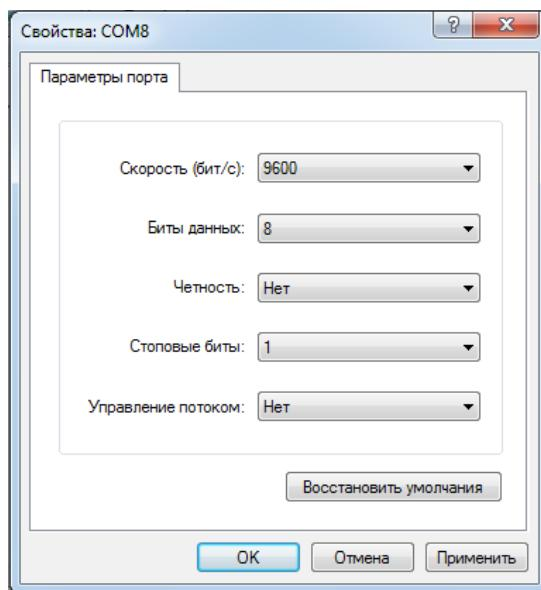

Рис.26. HyperTerminal. Настройка последовательного порта.
4. Укажите параметры последовательного порта: скорость подключения, биты данных, чётность, стоповый бит. Нажмите “Применить” и “OK” (Рис.26).